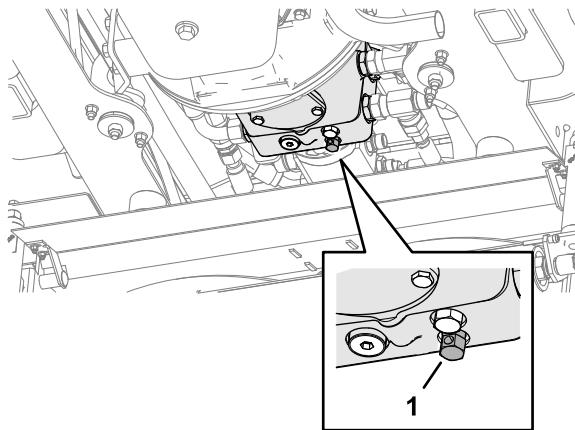

Figure 43
1. Libérez le système de freinage de service hydraulique en tournant la vanne de dérivation, située sous la pompe de transmission, dans le sens antihoraire, de 3 tours au maximum (Figure 43).